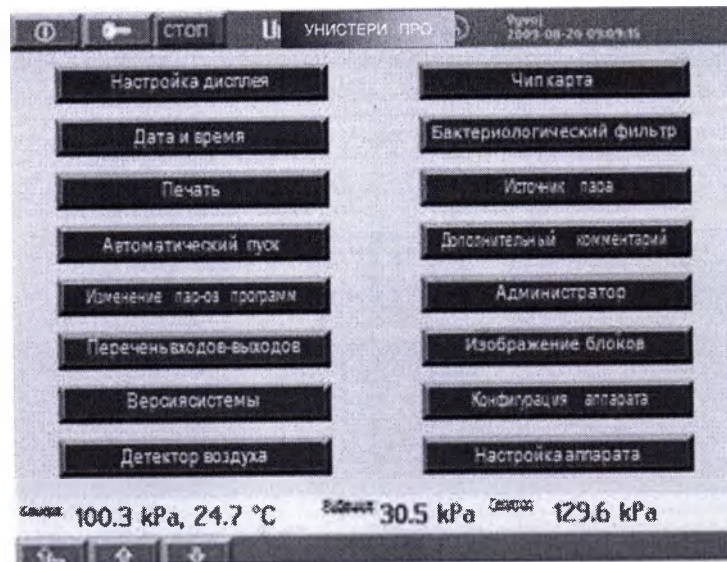
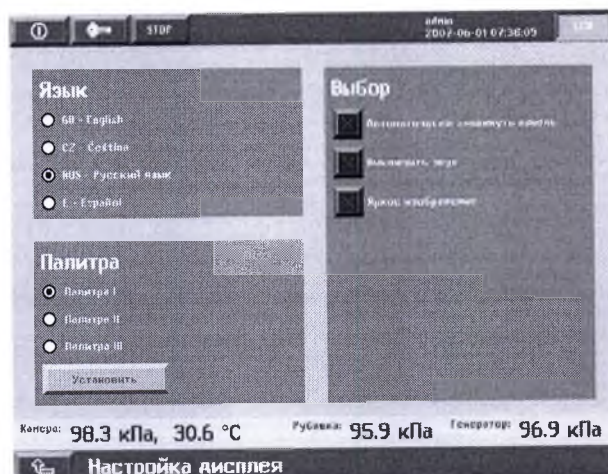

Рисунок 21 Кнопки выбора режима обслуживания
Рисунок 22 Настройка дисплея
В этом окне выделены все сервисные операции, доступные обслуживающему персоналу. Для выбора нужного режима обслуживания рисунок 21 нажмите соответствующую кнопку выбора:
• Нажмите кнопку меню «Настройка дисплея» рисунок 21. Затем, нажимая соответствующую кнопку на экране рисунок 22, можно выбрать:
- Нажмите кнопки меню «Дата и время» рисунок 21;